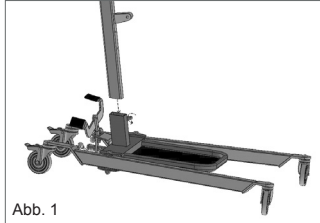

Abb. 1
1. Lösen Sie die Schraube im Sockel der Säule. (Abb. 1)
2. Setzen Sie die Säule in die dafür vorgesehene Aussparung im Sockel ein, setzen Sie die Schraube ein, mit der die Säule im Sockel befestigt ist, und schrauben Sie sie fest. (Abb. 1)